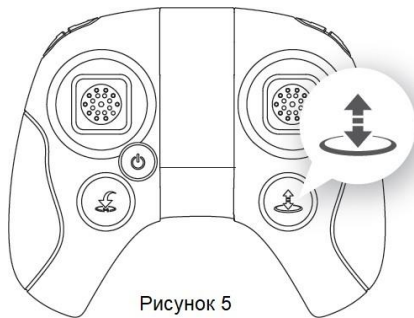

Рисунок 5
- 2) Нажмите на кнопку «Автоматическая посадка» (Auto Land) и модель медленно приземлится (Рисунок 5).